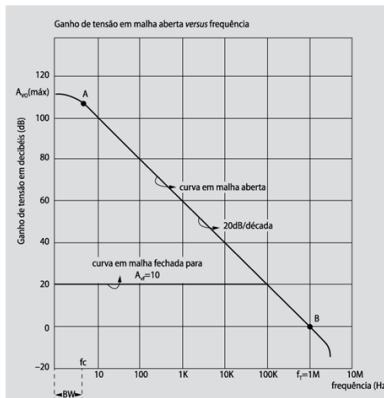

Fig. 1 – Resposta em Frequência do op amp 741
A fig. 1 mostra a resposta em frequência do op amp 741 em função do ganho da malha de realimentação.
- 1.1) Simule um amplificador inversor utilizando os op amps 741, 351 e 318, LM158, LT1022 e TL081. Determine a frequência de transição (f_T) desses op amps gerando um gráfico semelhante ao mostrado na Fig. 1. Compare os valores da frequência de transição (f_T) com os valores de datasheet destes op amps.